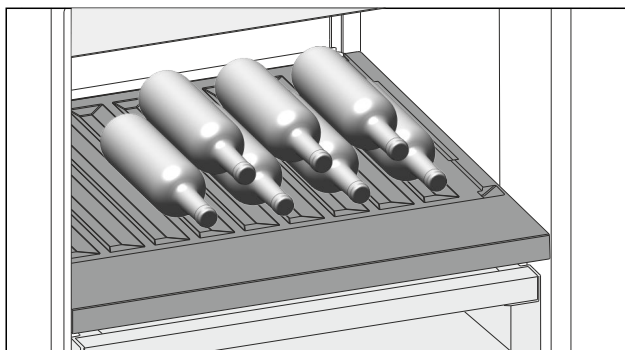

Fig. 132
- Inserire le bottiglie con il fondo rivolto verso la parte posteriore. (vedere Fig. 132)